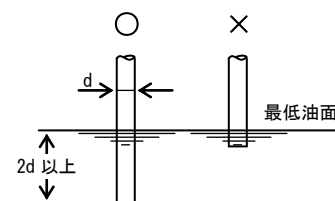

図 6
- (c) 吸込配管は、図 6 のように管径（直径）の 2 倍以上深く、底より 1~1.5 倍以上離してください。